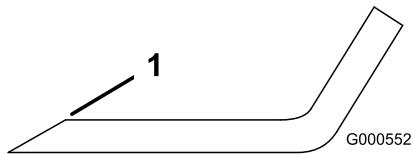
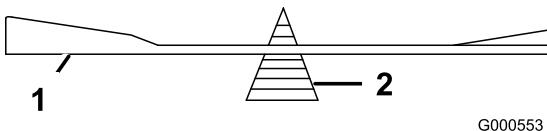

Figura 57
Figura 58
- Verifique o equilíbrio da lâmina colocando-a num equilibrador de lâminas (Figura 58). Se a lâmina ficar na horizontal é porque está equilibrada e pode ser utilizada. Se a lâmina não estiver equilibrada, lime algum metal da extremidade da aba apenas (Figura 57). Repita este procedimento até a lâmina estar equilibrada.